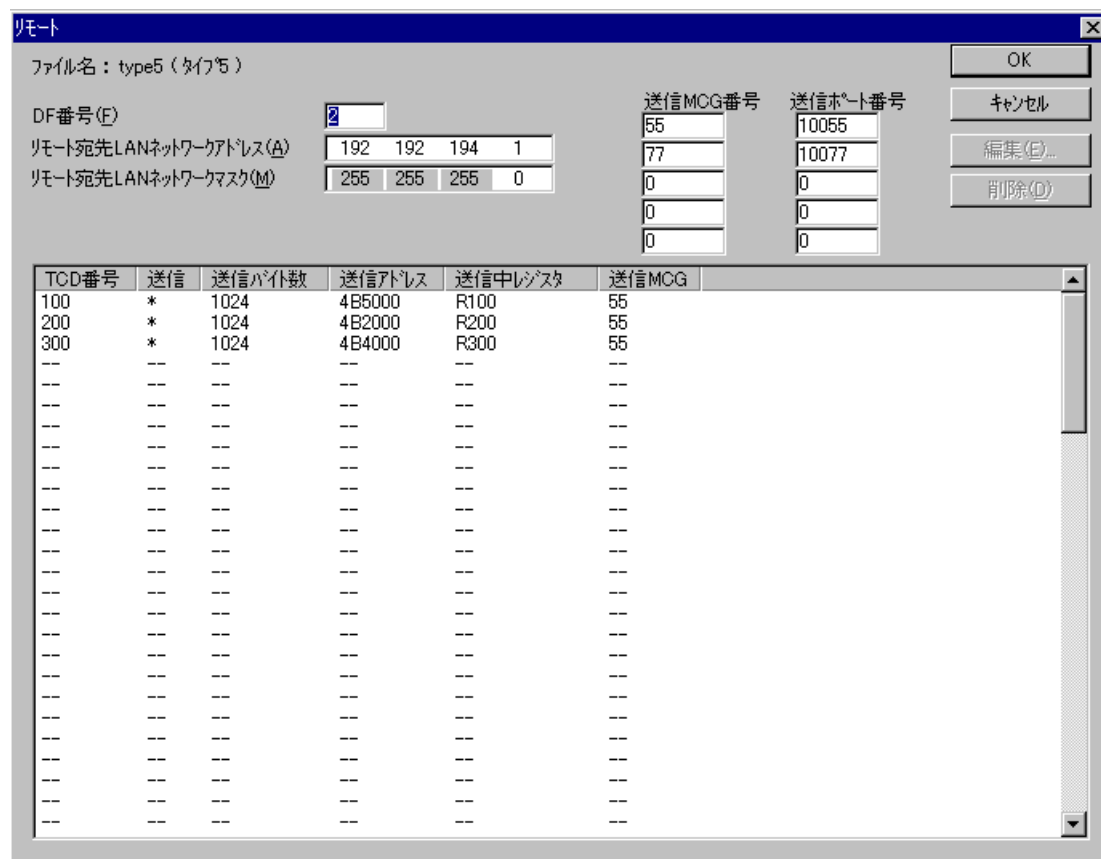

図5-30 [リモート] 画面 (DF設定、オフライン)
- (3) **テーブル情報編集ーリモートDF** ボタンをクリックしてください。
- (4) 図5-30に示す、「[リモート]」画面 (DF設定、オフライン) が表示されます。ファイル名とそのファイルのタイプが表示される他は、「図5-11 [リモート] 画面 (DF設定、オンライン) 」と同じですので、詳細はそちらを参照してください。